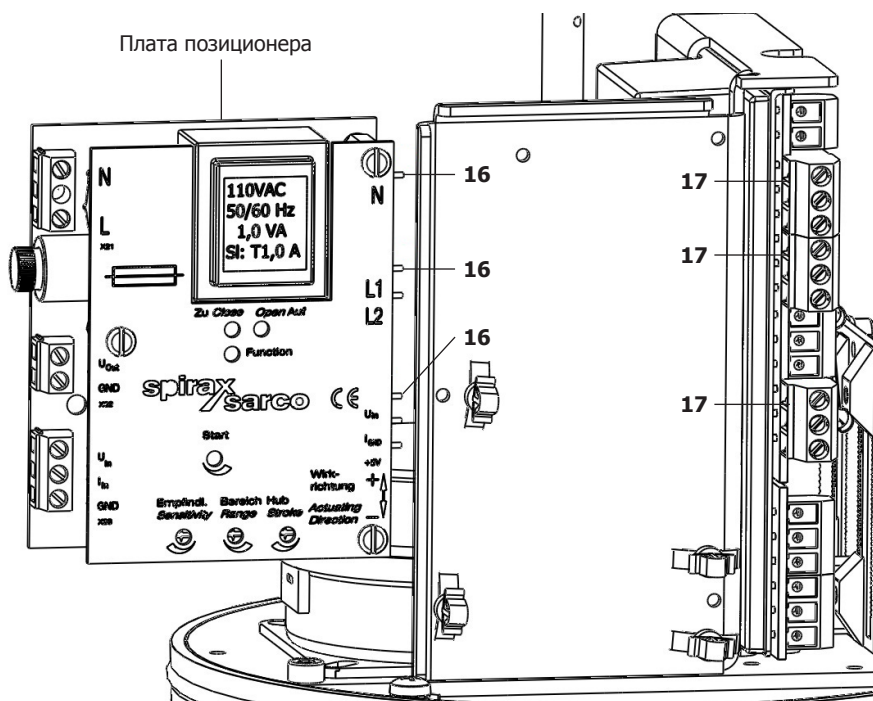

Рис. 10
3.4 Установка платы позиционера (рис. 10)